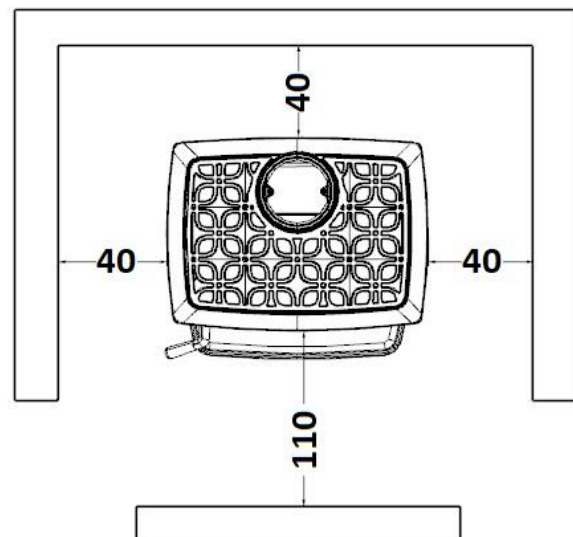

FIG. 7 - Distances de sécurité (cm)
- Lorsque vous installerez le poêle, tenez compte des distances de sécurité nécessaires du foyer et de la cheminée par rapport aux surfaces combustibles (parois de bois ou tapissées, sol en bois, etc.) Ces mêmes distances doivent être respectées lorsque le revêtement des parois ou des zones proches est susceptible de détérioration ou de déformation sous l'effet de la température (vernis, peintures, PVC, etc.). Fig. 7